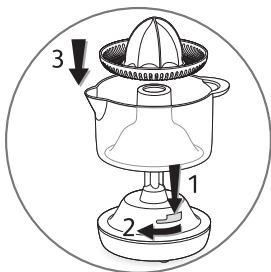

fig.1
- Placez d'abord la verseuse (**B**) et ensuite le cône plastique (**C**) sur le bloc moteur (**A**). Verrouillez l'ensemble (**fig. 1**).
- Place the jug (B) and then the plastic cone (C) on the motor unit (A). Lock the assembly (fig. 1).
- Plaats eerst de kom (B) en dan de kunststof perskegel (C) op het motorblok (A). Vergrendel het geheel (fig. 1).
- Setzen Sie den Behälter (B) und dann den Presskegel (C) auf den Motorblock (A). Verriegeln Sie den Behälter (Abb. 1).